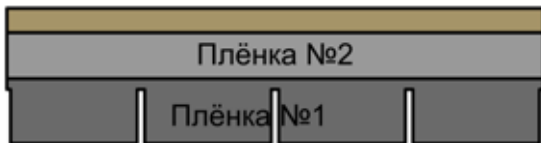

Рис. 10 Тыльная сторона фасадной плитки.
7.1.2 Перед монтажом стартовой полосы снимите оставшуюся часть плёнки № 1. Плёнку №2 снимать не требуется (Рис. 10).